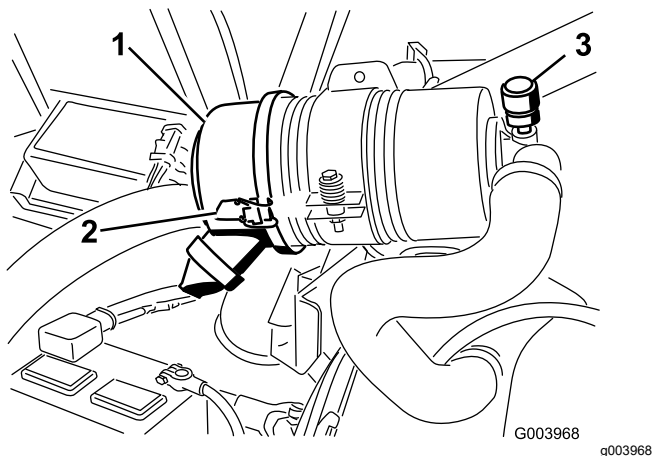

Figure 74
Faites l'entretien du filtre à air uniquement quand l'indicateur de colmatage (Figure 74) indique que cela est nécessaire. Changer le filtre à air prématurément ne fait qu'accroître le risque de contamination du moteur par des impuretés quand le filtre est déposé.
1. Desserrez les attaches qui maintiennent le couvercle sur le boîtier du filtre à air (Figure 74).